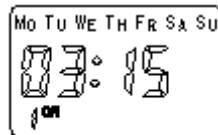

图9
4.2.3.2 10N（第一组打铃）时间设定：在时钟状态下按“MD”键进入第一组打铃时间设定，分别按“<”依次进入分、小时、星期模式设定，此时设定位闪烁，如图9所示，按“△”“▽”设定工作时间，设定完成后按“MD”进入20N（第二组打铃）时间设定。